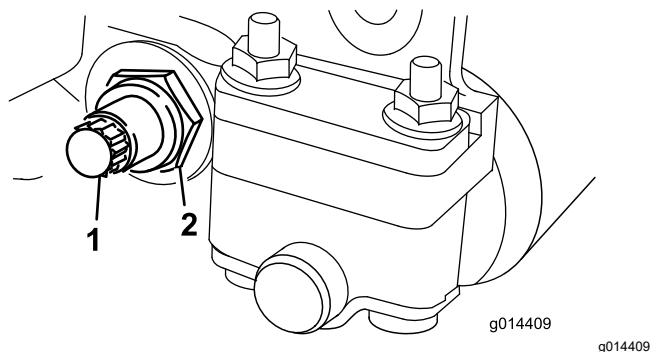

Figura 14
3. Desaperte a porca de bloqueio que segura a cavilha da barra de apoio, em cada um dos lados da máquina (Figura 14).
4. Remova cada um dos parafusos da barra de apoio, de modo a puxá-la e retirá-la da unidade de corte (Figura 14).